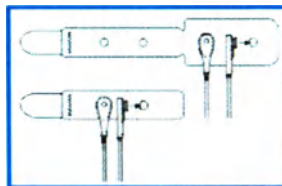

Рис. 3 – Крепление кнопок контактов излучателя и приемника датчика в отверстиях фиксатора
2. Рисунок 3: Продавите «кнопку» (кабель промаркирован красным индикатором) контакта-излучателя датчика через левое отверстие и «кнопку» контакта-приемника датчика через правое отверстие.